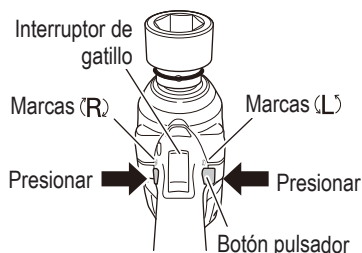

Fig. 12
El manguito girará hacia la derecha (mirándola desde atrás) al oprimir el lado R (der.) del botón pulsador. El lado L (izq.) del botón pulsador se usa para hacer girar el manguito hacia la izquierda. (Vea la Fig. 12). (Las marcas (L) y (R) están en el cuerpo de la herramienta.)